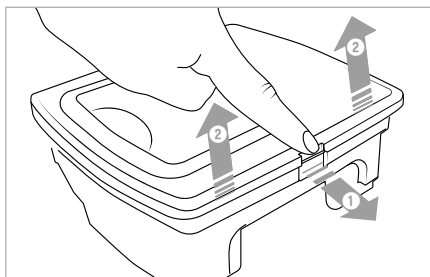

Fig. 9
- 2) Deschideți elementul de blocare de la capacul recipientului de praf **14** și deschideți-l (a se vedea fig. 9).